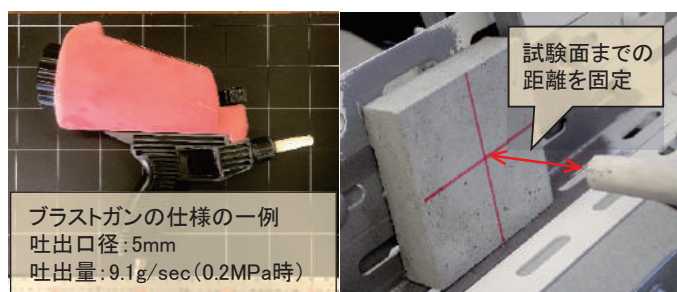

図1 小型サンドブラストと試験状況
- コンプレッサーの圧力とモルタル試験面までの距離を制御し、試験面に対して垂直に研磨材を噴射することによって、モルタルを摩耗させます(図1)。